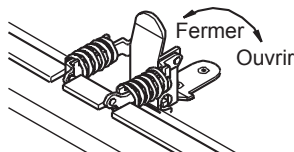

Figure 26 - Linguets-ressorts
3. Détachez les linguets situés dans les parties supérieure et inférieure du foyer (voir figure 26). Faites soigneusement pivoter la porte à gauche. La porte vitrée est bien fixée à la chambre de combustion avec 5 vis.